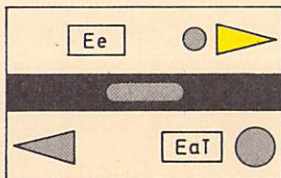

Bild 29 Erlaubnis empfangen, Ausfahrtsignale bedienbar
- (3) Bei Erlaubnisempfang wechselt die Ausleuchtung der Erlaubnisempfangsmelder (vgl. Bild 29).